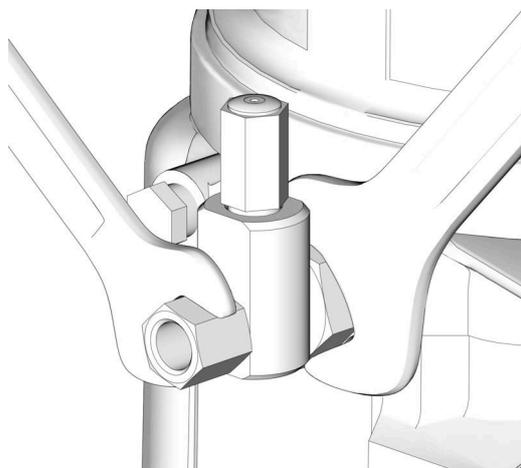

ABB. 20
Führen Sie eine Druckentlastung am Pumpenelement durch, indem Sie zwei am Pumpenelement und an der Pumpenelementverschraubung gekonterte Maulschlüssel ansetzen und dabei langsam ausschließlich das Fitting lockern, bis dieses lose ist und kein Schmiermittel oder Luft aus der Fitting austritt. Diesen Vorgang für jedes installierte Pumpenelement wiederholen (ABB. 20).
- Wenn irgendetwas an das Pumpenelement oder an zusätzliche Fittings angeschlossen wird, sollten stets zwei Schraubenschlüssel verwendet werden, die entgegengesetzte Richtungen gedreht werden. Ein Beispiel ist in ABB. 20 dargestellt.